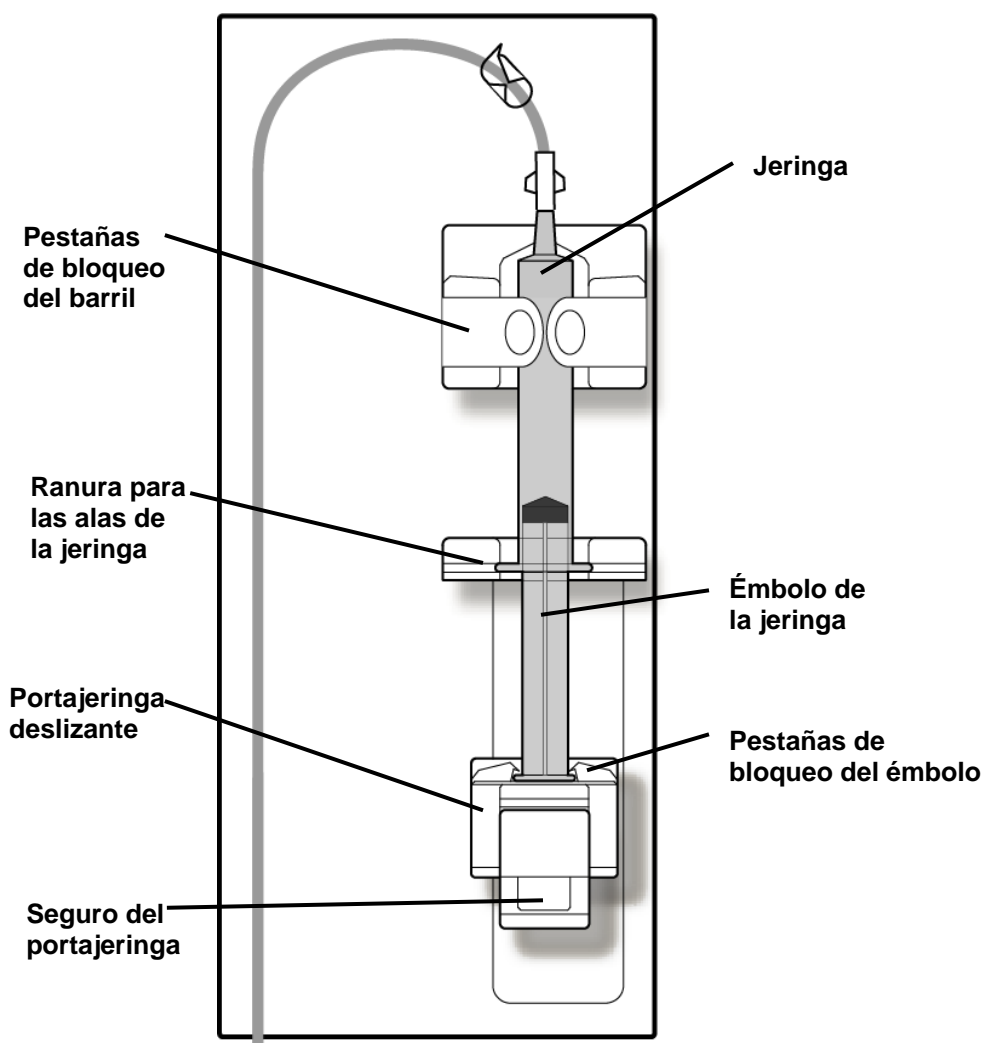

Figura 52 – Módulo de la bomba de heparina 2008T con la jeringa cargada y conectada
6. Tire de una de las pestañas de bloqueo y coloque el barril de la jeringa en su lugar. Deslice las alas del barril de la jeringa en la ranura de las alas en el módulo de la bomba. Con el barril en su lugar, suelte la pestaña de bloqueo del barril (vea Figura 52).